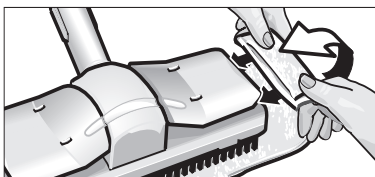

Fig. 12: Tendere lo strofinaccio
- Fissare lo strofinaccio (H3) alla bocchetta per pavimenti (H1). A tal fine piegare lo strofinaccio in senso longitudinale e poggiarvi sopra la bocchetta per pavimenti. Tirare una dopo l'altra le estremità sporgenti dello strofinaccio sotto le mollette di arresto (H2) (si veda fig.12).